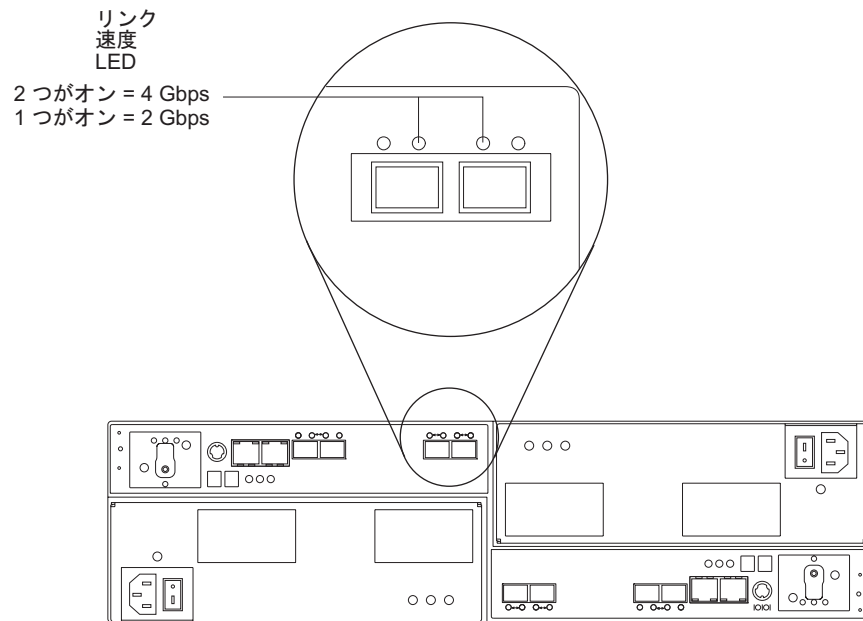

図 81. リンク速度 LED
2. リンク速度インディケータ LED を見つけます。161 ページの図 81 に、ストレージ・サブシステムの背面にあるリンク速度表示ライトの位置を示しています。
4. リンク速度スイッチを見つけます。図 81 に、コマンド・モジュールの前面にあるリンク速度表示ライトの位置を示しています。